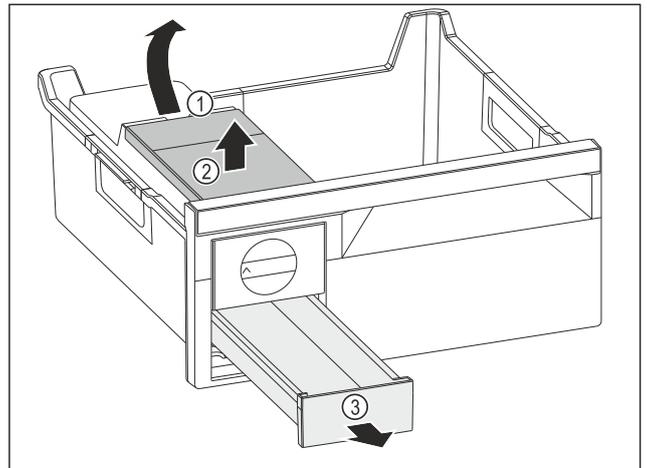

Fig. 140
- ▶ Sacar el depósito de agua: Subir el depósito de agua por la entalladura Fig. 140 (1).
- ▶ Extraer el depósito de agua Fig. 140 (2) por arriba.
- ▶ Extraer el cajón para cubitos de hielo Fig. 140 (3) por delante.